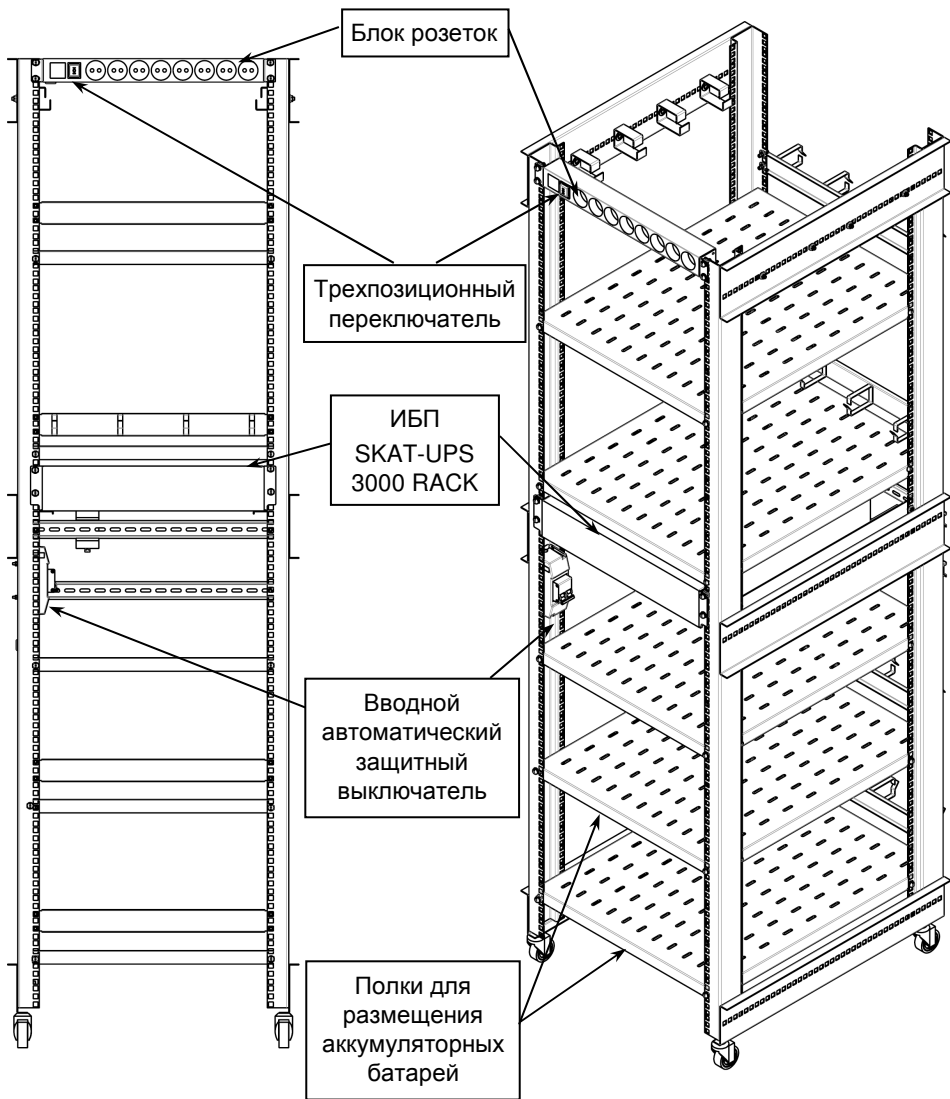

Рисунок 1 — Общий вид изделия спереди, без оболочки, с установленным ИБП.
- Убедиться в том, что вводной автоматический выключатель, расположенный на левой боковой стойке шкафа изделия (см. рисунок 1), находится в выключенном положении и трехпозиционный переключатель блока сетевых розеток также находится в выключенном (среднем, символ «0») положении.